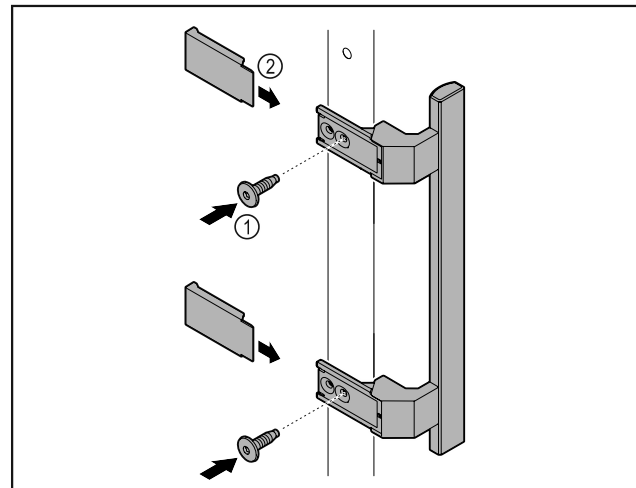

Fig. 7
- Установите на двери ручку из набора принадлежностей, используя прилагающиеся винты Fig. 7 (1).
- Установите крышку Fig. 7 (2).